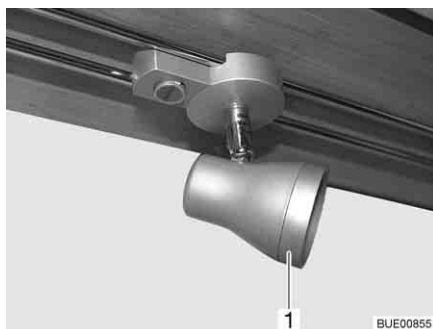

Fig. 288 Spot halogène (coulissant)
- Tourner la bague extérieure (Fig. 288,1) dans le sens inverse des aiguilles d'une montre jusqu'à ce qu'elle se détache du boîtier.